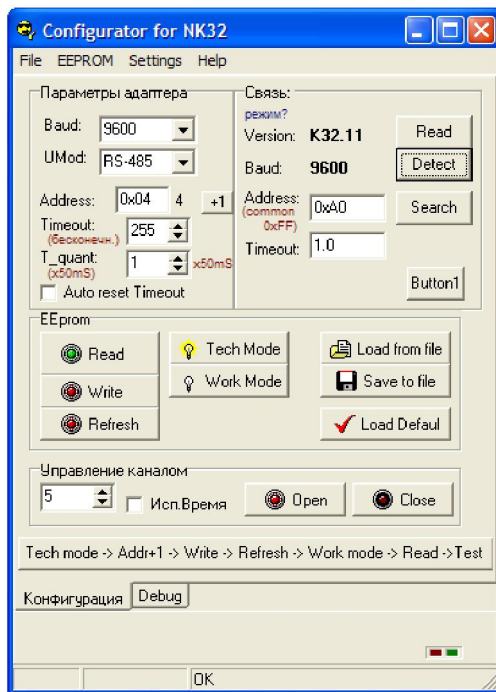

Рис. 3. Определение рабочей скорости модема.
- 4). В конфигураторе нажать кнопку «Detect» (определение рабочей скорости изделия). В ответ должна появиться рабочая скорость коммутатора и его версия прошивки (см. рис. 3).